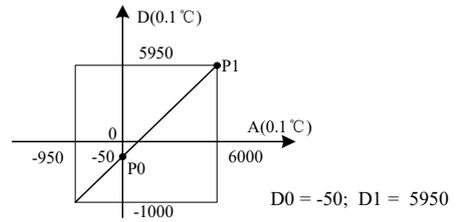
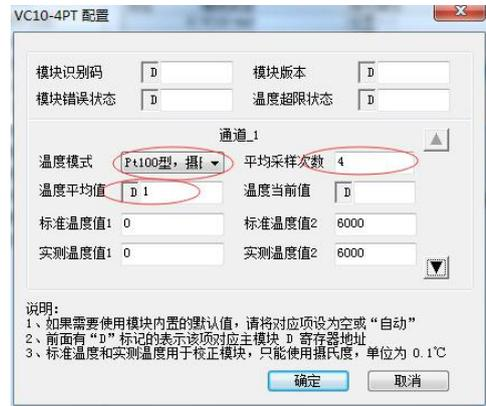
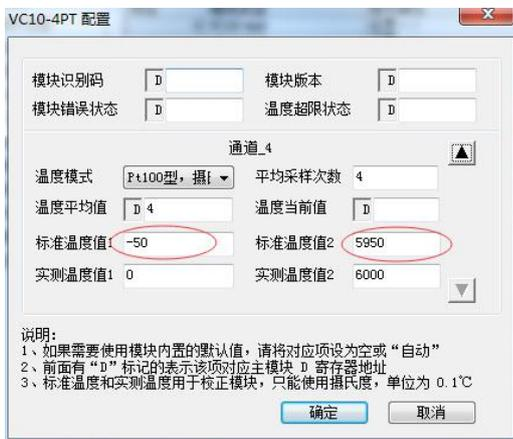

图 3-3 特性更改举例
图 4-1 基本应用通道一设置
图 4-4 通道特性更改设置
9. BFM#4094: 模块软件版本信息单元。自动显示在后台软件的 VC10-4PT 配置界面中的**模块版本**栏，见图 4-1。
若实际使用时 VC10-4PT 测量值偏高 5℃ (41°F) 时，通过设定特性调整的两点 P0(0, -50)，P1(6000, 5950) 可消除误差，参见图 3-3 实例。
如下例所示，VC10-4PT 连接在扩展模块的 0 号位置，使用第 1 通道接入 Pt100 型热电阻输出摄氏度温度，第 2 通道接入 Cu100 型热电阻输出摄氏度温度，第 3 通道接入 Cu50 型热电阻输出华氏度温度，关闭第 4 通道，平均值点数设为 4，并且用数据寄存器 D1、D2、D3 接收平均值转换结果。设置的方法如图 4-1 至图 4-4 所示。进一步详细说明参见《VC20/VC10 系列可编程控制器编程参考手册》。
VC10-4PT 连接在扩展模块的 0 号位置，使用其第 1 通道接入 Pt100 型热电阻输出摄氏度温度，第 2 通道接入 Cu100 型热电阻输出摄氏度温度，第 3 通道接入 Cu50 型热电阻输出华氏度温度，关闭第 4 通道。均实现图 3-3 中的特性（若实际使用时 VC10-4PT 测量值偏高 5°C[41°F]）。此时第 1 通道在实际测量温度为 600°C 时，输出为 6000；第 2 通道在实际测量温度为 120°C 时，输出温度为 1200；第 3 通道在实际测量温度为 248°F 时，输出温度为 2480。用数据寄存器 D1、D2、D3 接收平均值转换结果。更改的方法如图 4-4 所示。需要注意的是特性更改都是以摄氏度为单位。且设置更改值的范围在 ±1000（±100°C）以内。